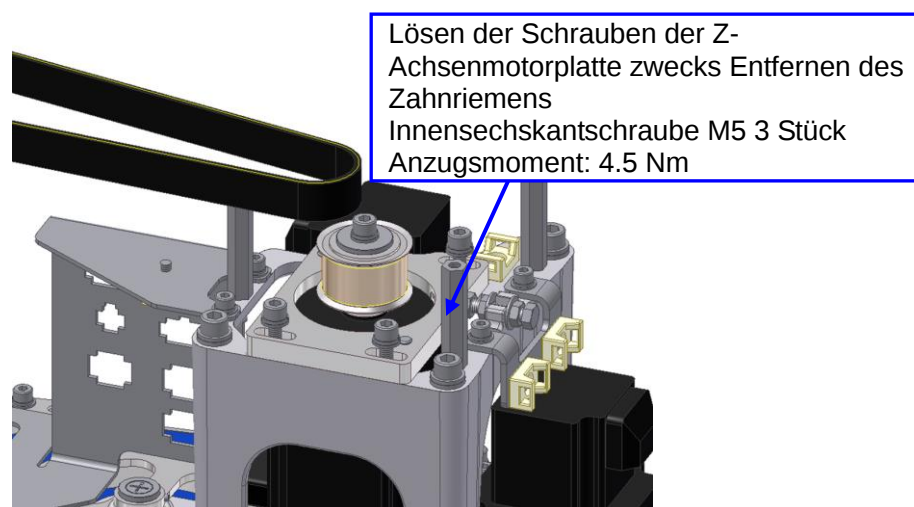

Bild 5-24 Entfernen des Z-Achsen-Zahnriemens
- (6) Loosen Z-Achse motor base fixing bolts to remove the belt. (Siehe Bild 5-24.) (Innensechskantschraube M5×18L_3 Stück)